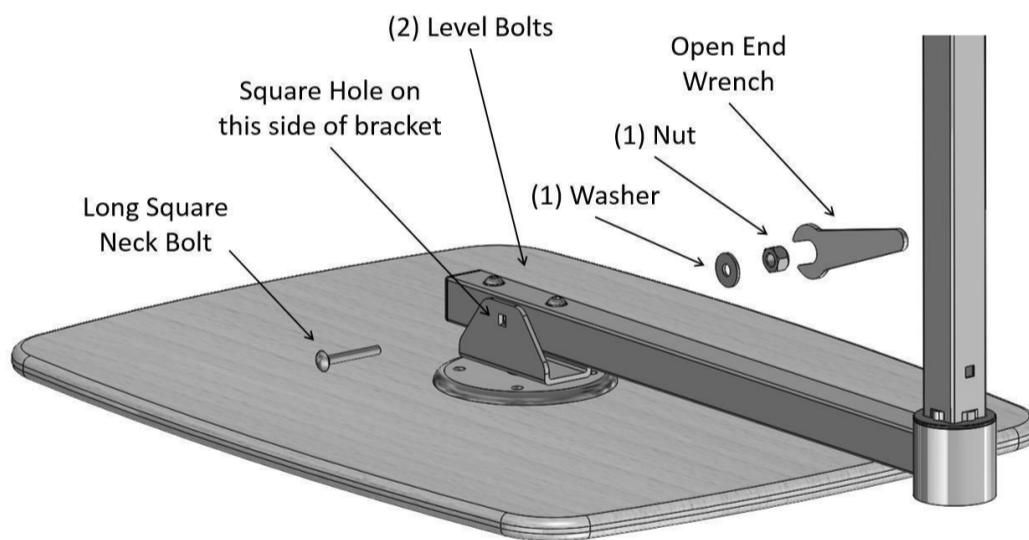

FIGURE 5
5. À l'aide de la clé à fourche, fixez l'ensemble de plateau à l'ensemble de support de plateau avec le boulon à col carré long, 1 rondelle et 1 écrou comme illustré à la FIGURE 5.